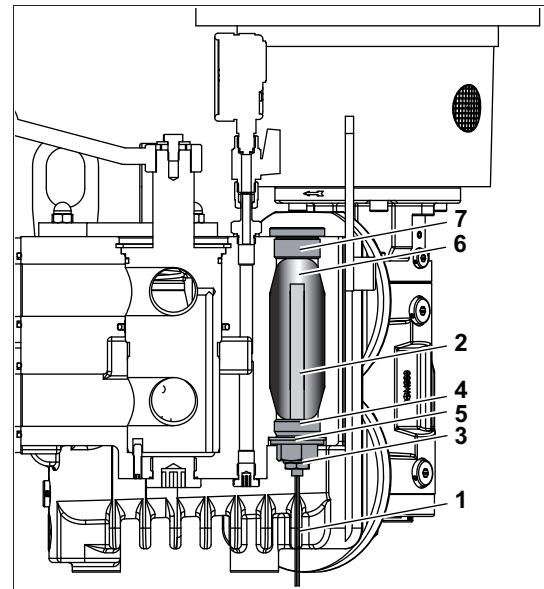

Рис. 4. Монтаж нагревательного патрона
3. Ввести нагревательный патрон снизу в нагревательный канал **6** и завинтить до упора запорный винт нагревательного патрона **4**, см. рис. 4, стр. 12.